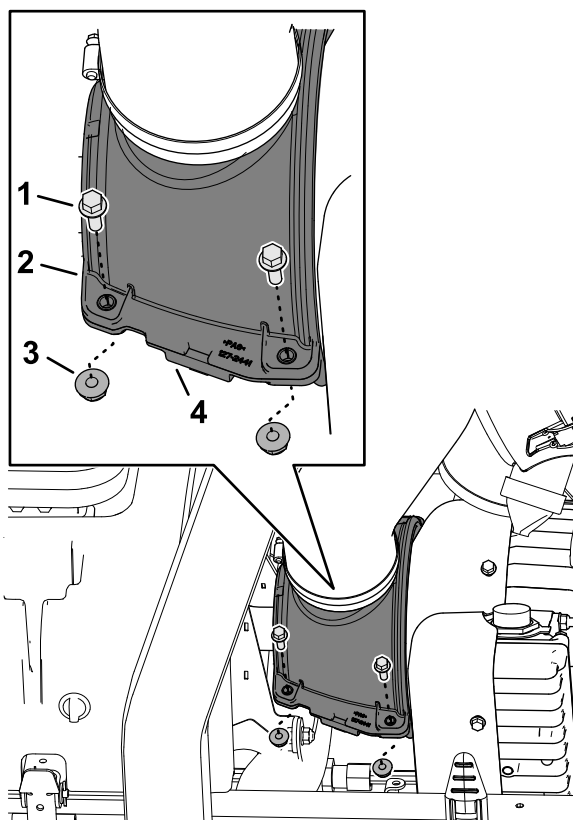

図 66
1. ジェネレータ冷却用エアシュラウドの上半分と下半分を固定しているフランジヘッドキャップスクリュー4本とフランジロックナット4個を外す 図 66。